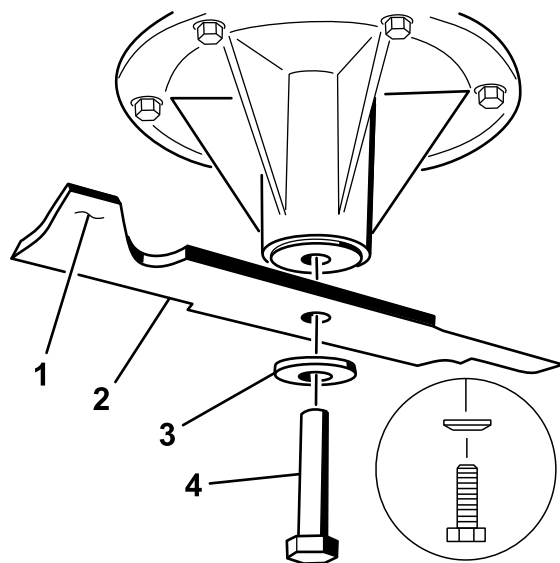

Figure 82
1. Placez la lame sur l'axe (Figure 82).
2. Mettez en place la rondelle élastique et le boulon de la lame (Figure 82).
Remarque: Le cône de la rondelle élastique doit être dirigé vers la tête du boulon (Figure 82).